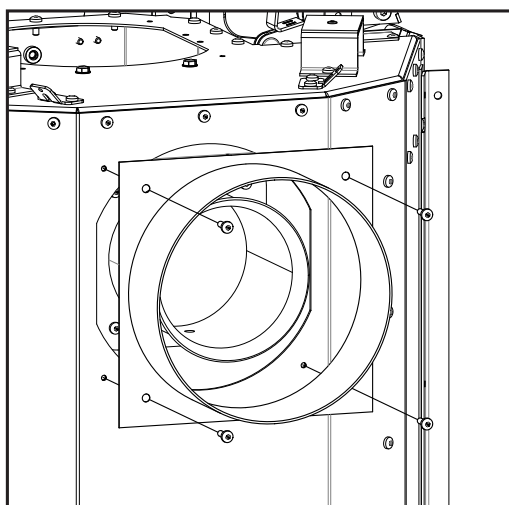

Figure 74: Adaptateur d'évent
11. Fixez l'adaptateur d'évent sur le dessus du robinet d'échappement (voir la Figure 74).